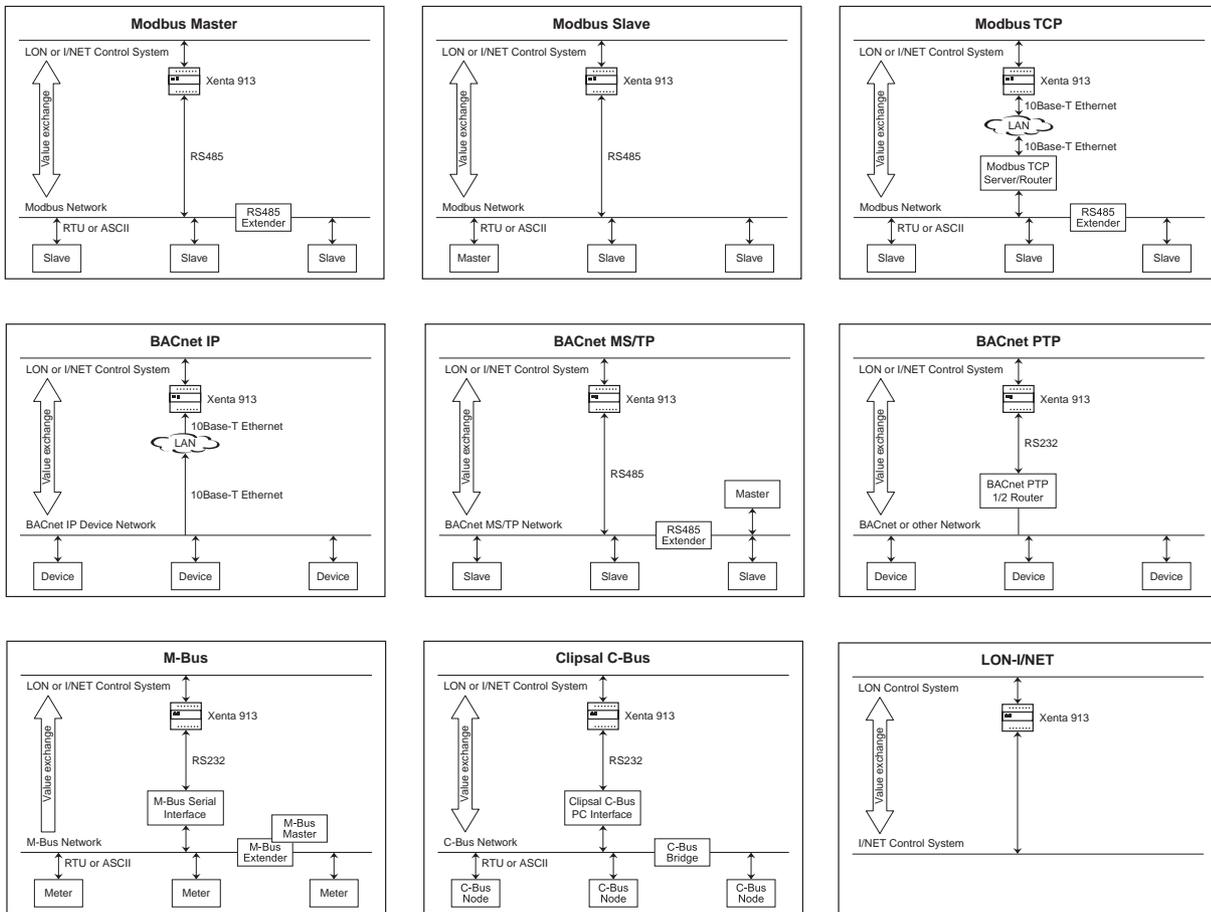

Рис. 2.1: Обзор доступных сетей сторонних производителей.
Поддерживаемые типы сетей сторонних производителей показаны на Рис. 2.1.
Протоколы используемые для сетей, приведённых на Рис. 2.1
- Помимо сетей описанных на Рис. 2.1, возможны и другие комбинации. Например, у Вас есть сеть LonWorks, а также ведущее устройство Modbus и клиент Modbus TCP подключенные к Xenta 913 одновременно.